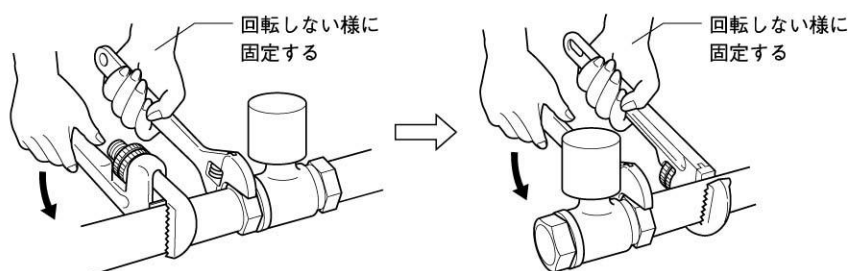

図 18
- ① バルブを配管から取外す場合は、配管内部に流体が滞留していないことを確認し図 18 の通り、取外す配管に近い側のバルブスパナ掛け部を使用し取外してください。